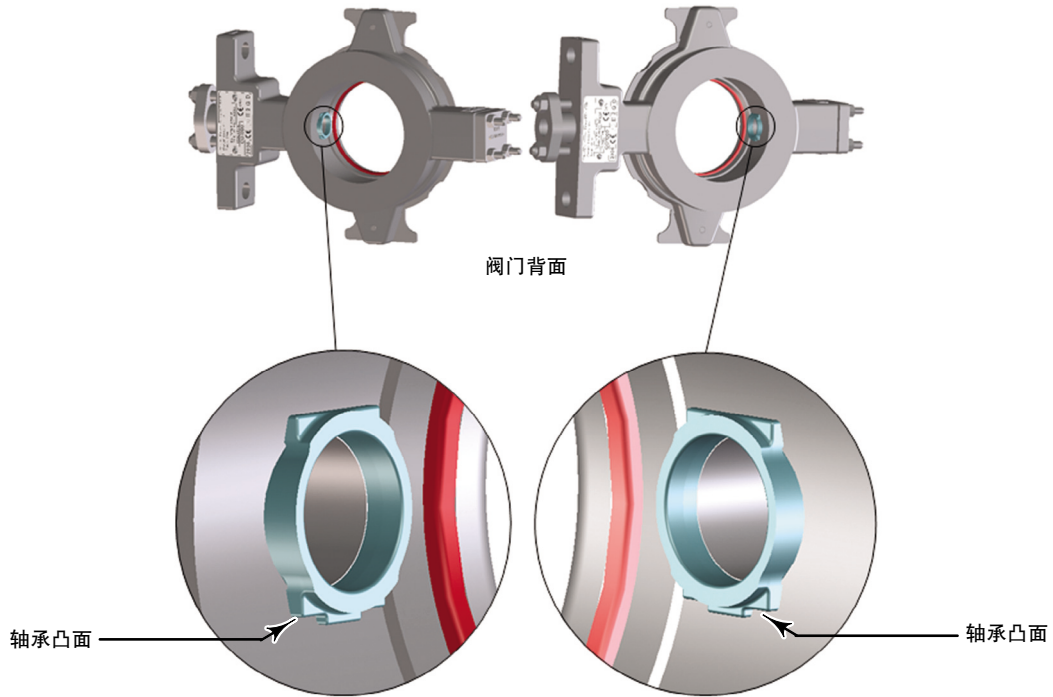

图5. 轴承凸面的方向
为避免可能造成的产品损伤，应确保轴承凸面朝向正确。轴承的正确方向可参考图5。
1. 如果需要新轴承（件号6），在阀体中安装并确定其方向，参见图5。确保轴承完全座合，完全贴合阀体的内径。